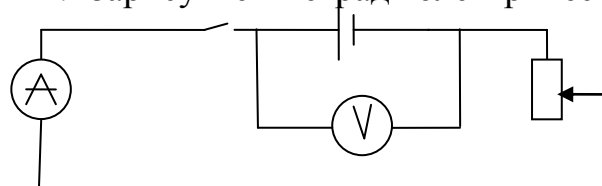

рис.13
3. Соберите электрическую цепь по схеме (рис.13).